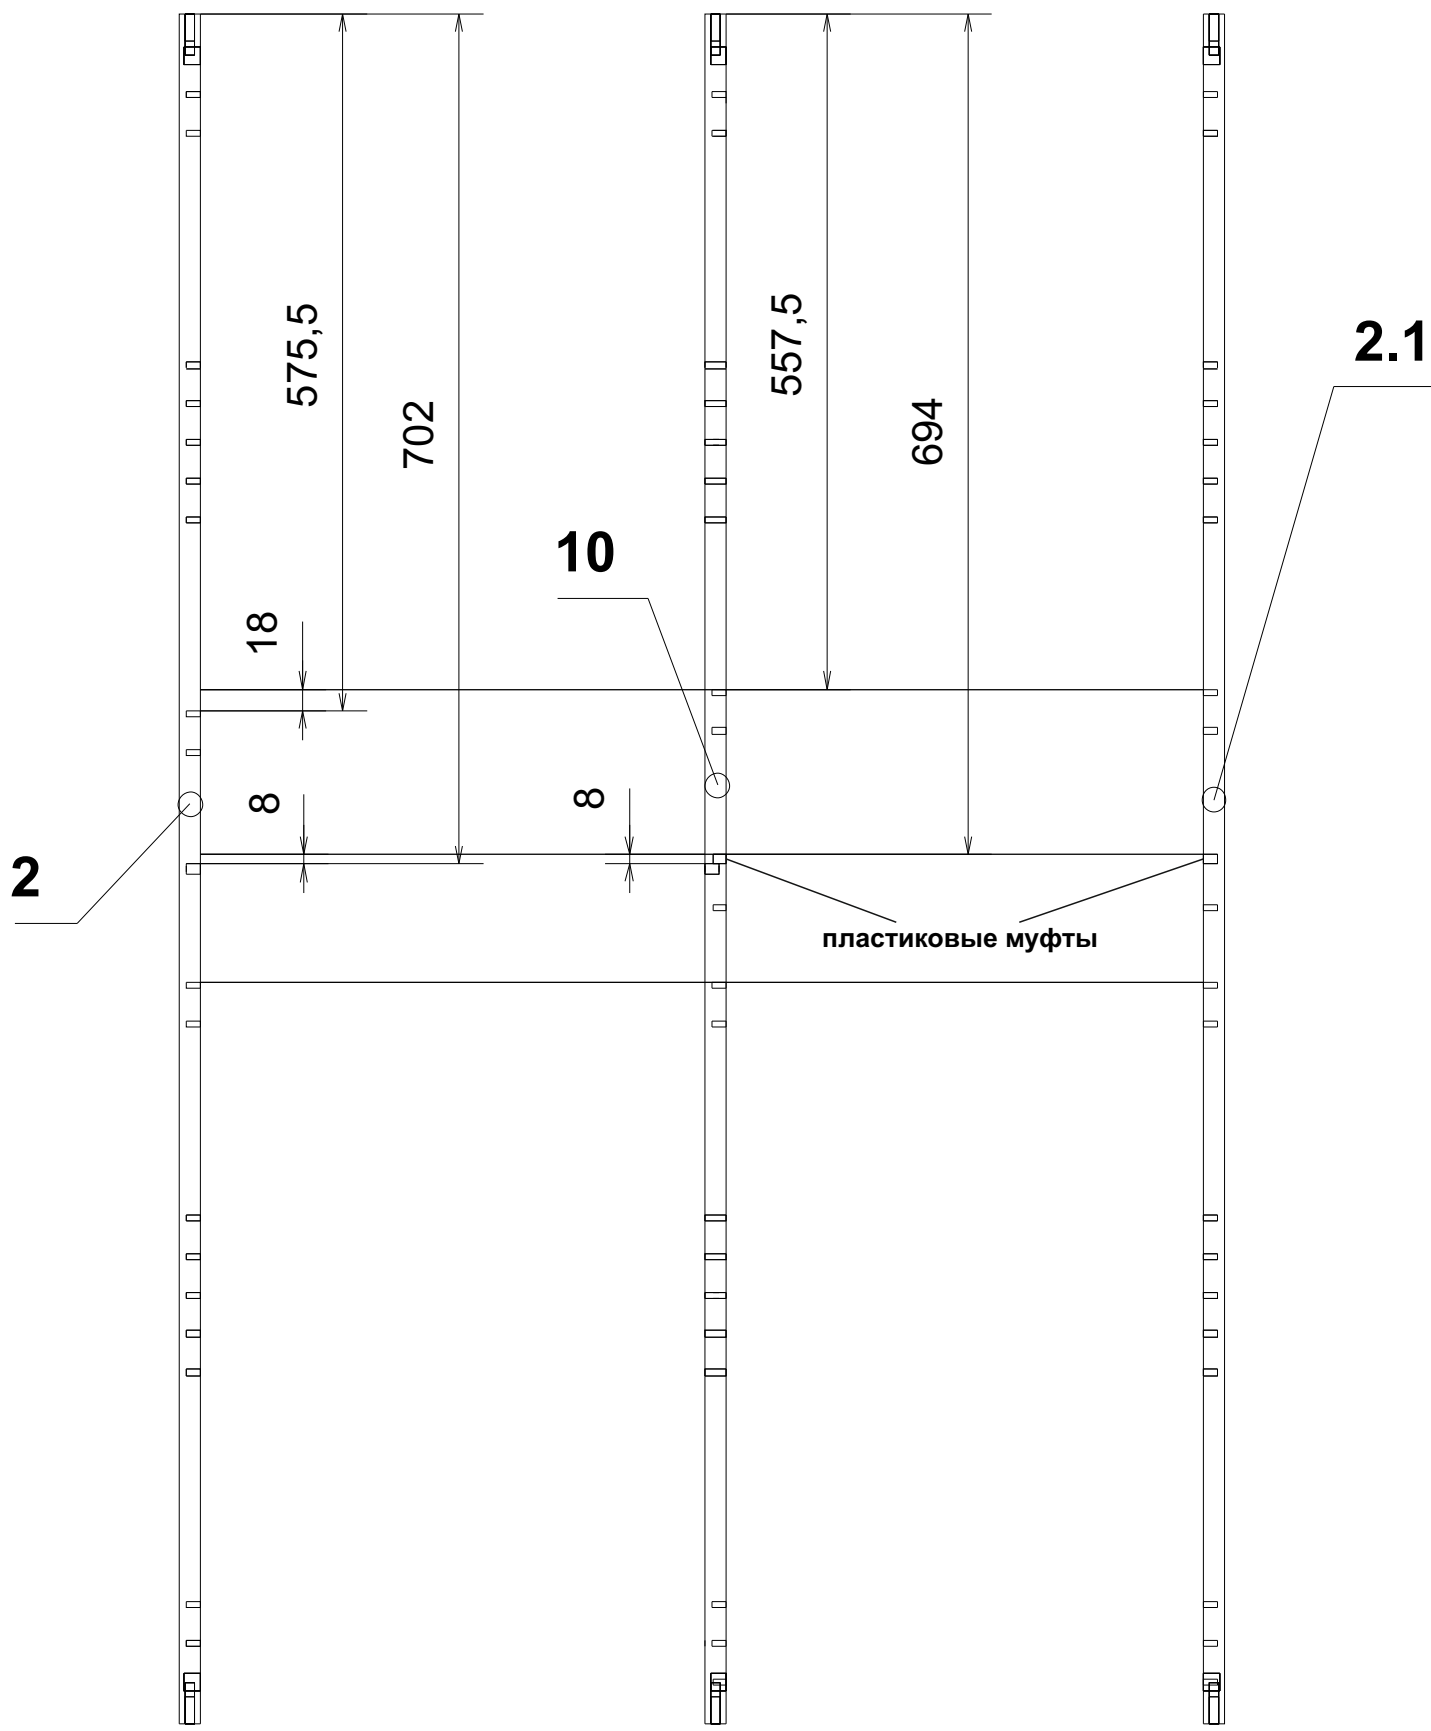

Рис. 3
3. В деталь 2.1 и в деталь 10 (со стороны секции со стеклянными дверьми см. рис.3) в центральные отверстия диаметром 8 вбить по 2 пластиковые муфты 19 и вкрутить в них короткие дюбели 18.